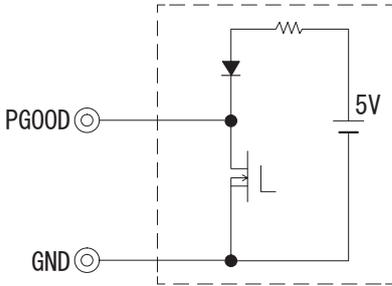

図3.11 PGOOD端子内部回路
- PGOOD端子は、図3.11のような内部回路になっています。また、PGOOD端子への流入電流は10mA以下としてください。